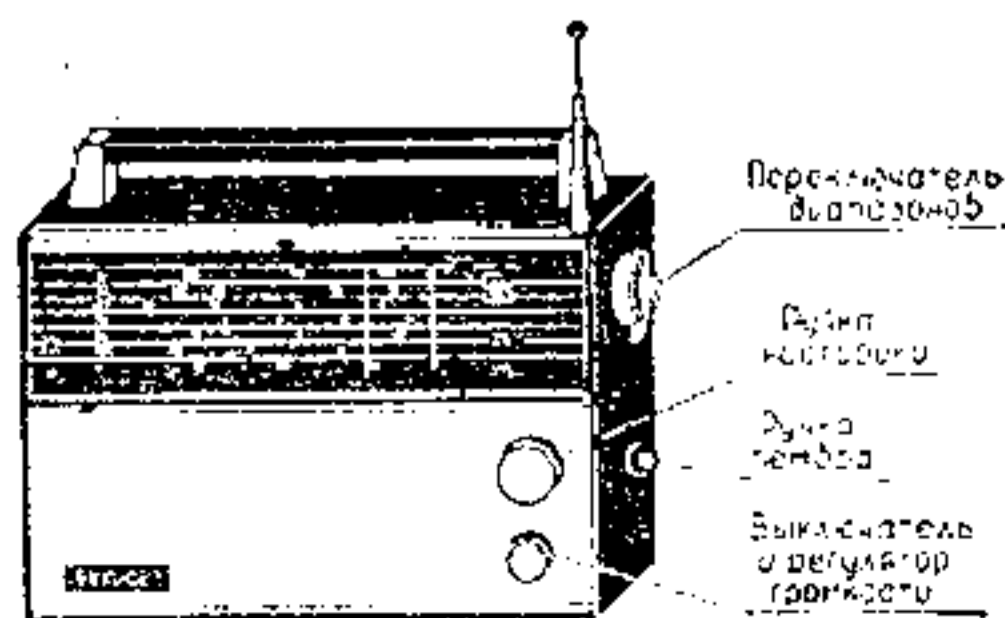

Рис. 1.
- Расположение и назначение элементов управления приемника показаны на рис. 1.
Включение приемника производится путем поворота ручки регулятора громкости (см. рис. 1) по часовой стрелке до щелчка. После включения приемника установить среднюю или максимальную громкость.